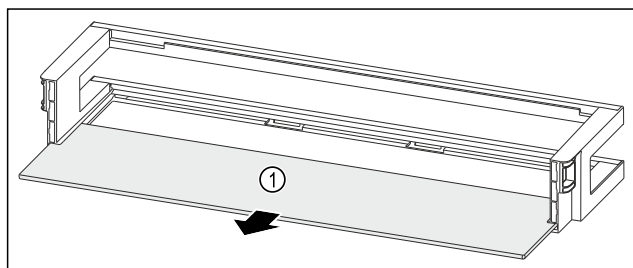

Fig. 87 Vratna polica z odlagalno polico
- ▶ Odstranite polico za odlaganje Fig. 87 (1).